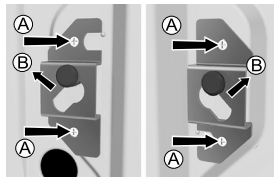

Abbildung 1
- Lösen Sie die Schrauben A auf der Hinterseite des Geräts (Abb. 1).
- Nehmen Sie die Winkelstücke B (Abb. 1) ab und klinken Sie diese in die Einkerbung auf der Verriegelungsstange ein (Abb. 2) - drehen Sie zuerst das rechte Winkelstück auf die andere Seite.